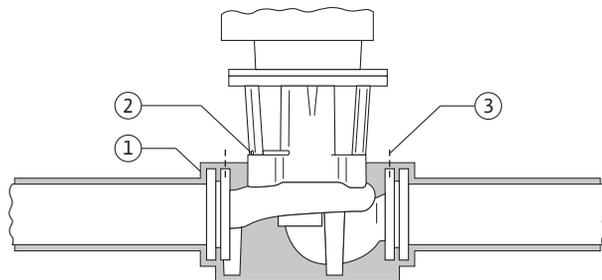

Bild 8
**Wärmedämmung von Pumpen (Bild 8)**